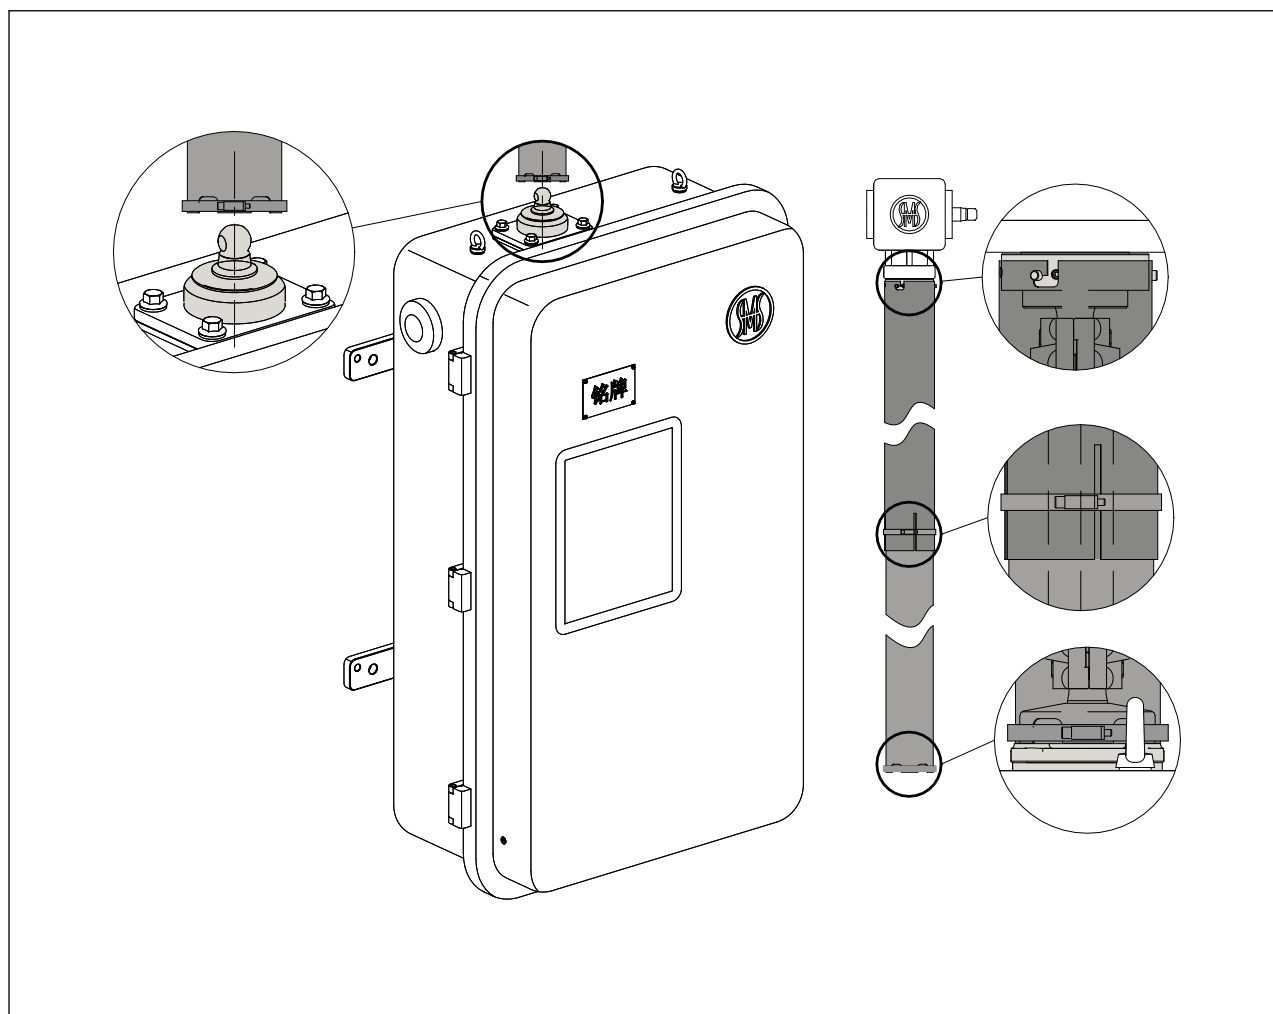

图 8-12 垂直防护罩安装
3. 将垂直防护罩向上滑动至伞齿轮盒下端,并将垂直防护罩套在衬套上。将防护罩上的三个凹槽与三个圆柱销对齐。旋转防护罩,直到销钉卡入凹槽(见图8-12)。
4. 将较薄的下防护罩滑到MDU的输出轴上(见图8-12)。
5. 将两个防护罩均放置到位后,用两个卡箍固定(见图8-12)。